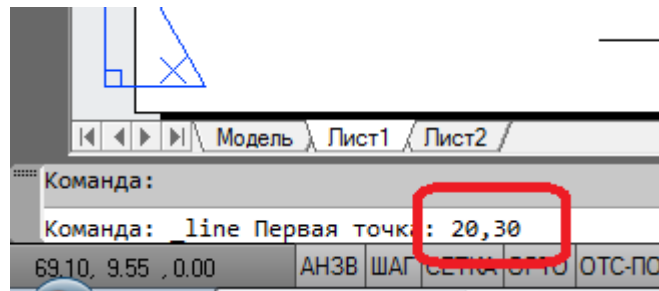

Рисунок 2.2
- в Командной строке ввести координаты первой точки $x_1 = 20$, $y_1 = 10$ (рис. 2.2).